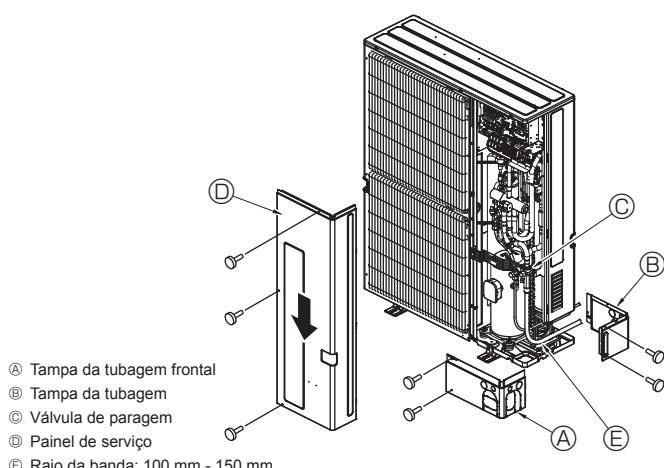

Fig. 4-10
4.5. Tubagem de refrigerante (Fig. 4-10)